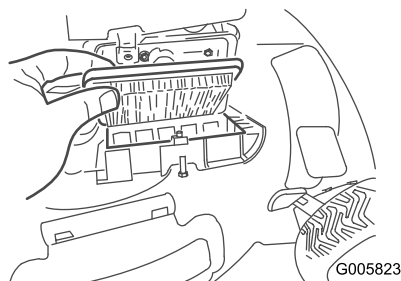

Рисунок 26
2. Замените воздушный фильтр (Рисунок 26).